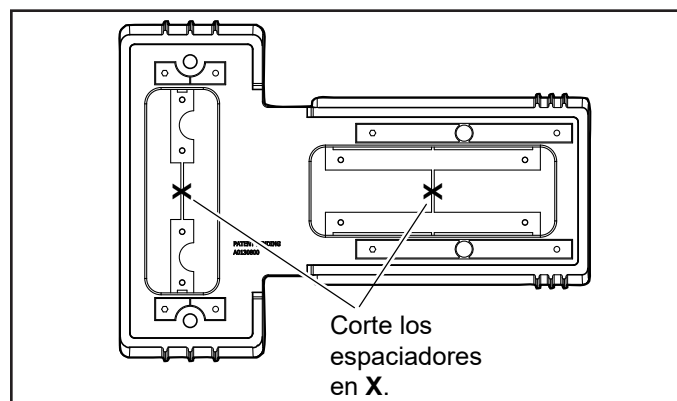

Figura 6. Corte los conjuntos de distanciadores de la base
1. Con una herramienta manual para cortar, corte las barras plásticas que conectan los conjuntos superior e inferior de distanciadores como se muestra en la Figura 6.